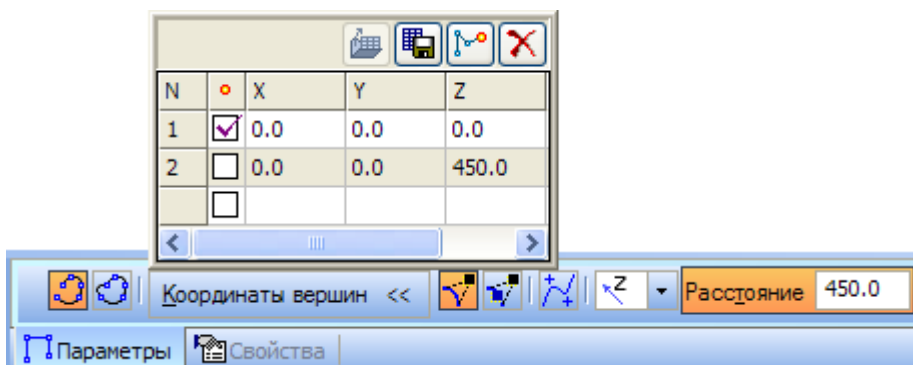

Рисунок 6.
- Нажмите клавишу <Enter> для фиксации значения (рис.6).